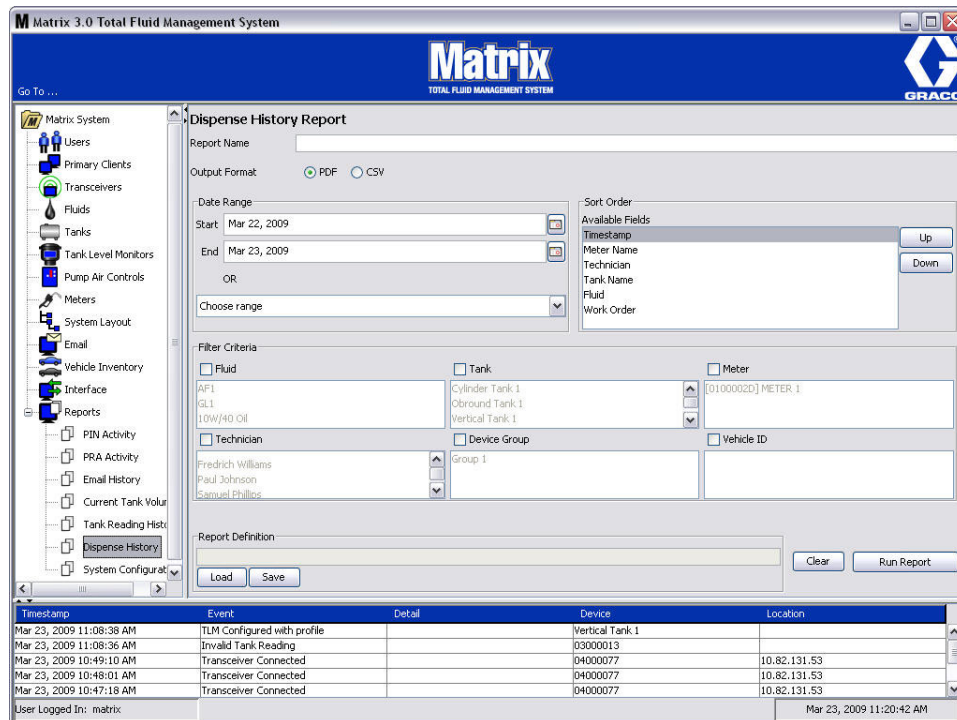

FIG. 177
- **Historique de distribution (FIG. 177)**